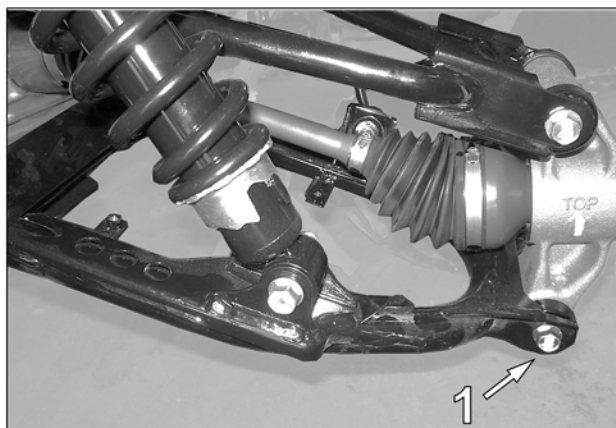

Fig. 6
5. Retirer le boulon de fixation (**1**) qui relie le bras inférieur de suspension au moyeu de roue. Voir la Fig. 6